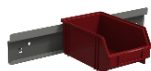

Рис. 4
10.1. Для данного изделия покупатель дополнительно может приобрести перфорированный экран и навесные аксессуары (рис. 4). Аксессуары также могут навешиваться на боковые стенки тележки.